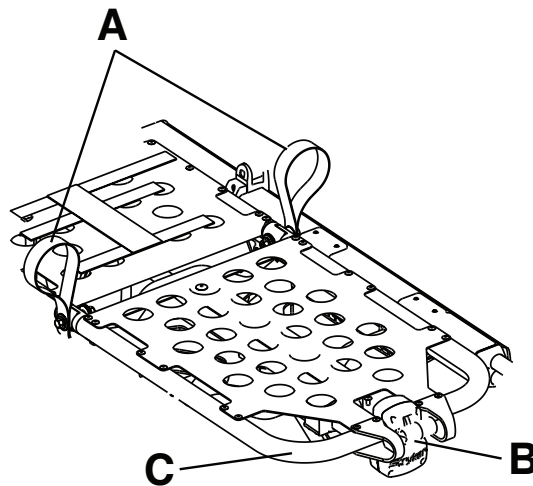

Figura 13 – Elevación de las rodillas
1. Levante cualquiera de los mangos rojos de elevación (A) hasta que la elevación de las rodillas se encuentre en la posición más alta (Figura 13).